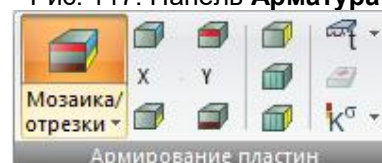

Рис. 118. Панель **Армирование пластин**
- **Армирование пластин** (рис.118) – отображение результатов армирования в пластинчатых элементах одним из выбранных способов.